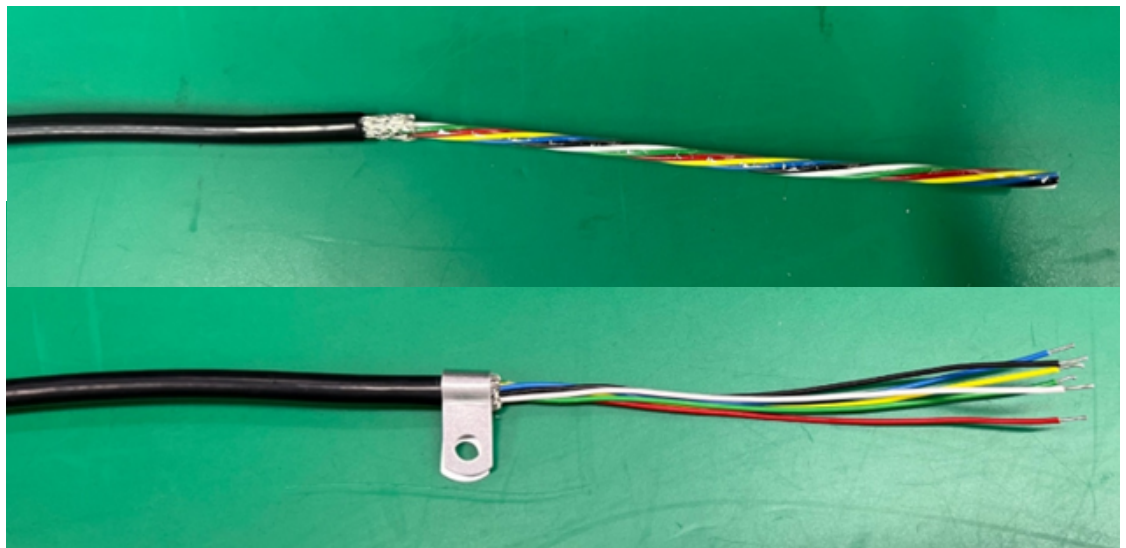
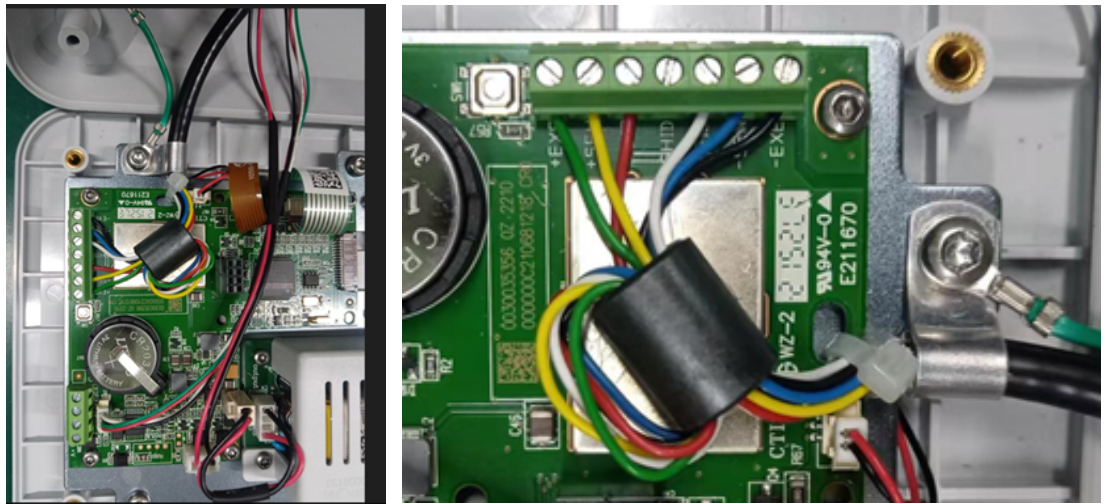

Figura 2-25: Cavo cella di carico con attacco a baionetta
Figura 2-26: Installazione del cavo della cella di carico analogica in ferrite e messa a terra del telaio, IND231
1. Il cavo della cella di carico entra attraverso il pressacavo illustrato nella Figura 2-26.
4. Il fermaglio di terra fornito con il terminale serve per collegare il filo di schermatura scoperto (Figura 2-25) alla piastrina metallica di supporto mediante la vite di fissaggio del cavetto cerniera, come illustrato in Figura 2-26.